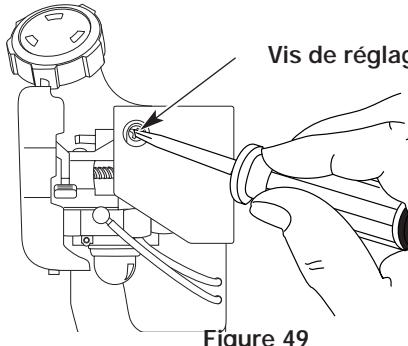

Figure 49
Le régime ralenti du moteur est réglable par le couvercle du filtre à air/silencieux (Fig. 49).
2. Relâchez le levier d'accélérateur et laissez le moteur au ralenti. Si le moteur s'arrête, insérez un petit tournevis à embout cruciforme ou à tête plate dans le trou du couvercle du filtre à air/silencieux (Fig. 49). Vissez la vis de ralenti de 1/8 de tour à la fois (selon le besoin) jusqu'à ce que le moteur se mette bien au ralenti.